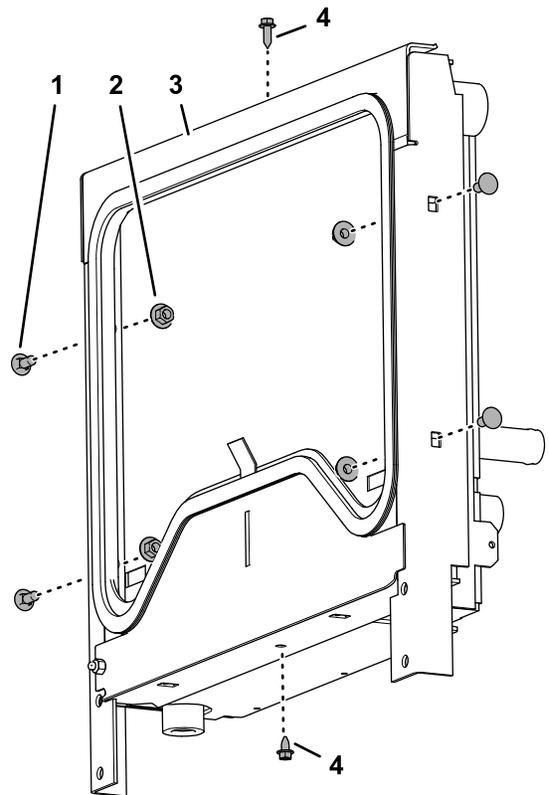

Figura 27
2. Monte sem apertar a estrutura de montagem no radiador/refrigerador de óleo (Figura 27) com os dois parafusos de cabeça flangeada (1/4 pol. x 3/4 pol.).
3. Monte a estrutura de montagem no radiador/refrigerador de óleo (Figura 27) com os quatro parafusos de carroçaria (5/16 pol. x